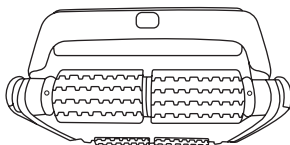

Figure 2
2. Munissez-vous d'un tournevis cruciforme et dévissez les 2 vis de chaque côté de la brosse (figure 2)